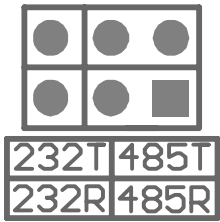

图 2.9 RS-232 与 RS-485 选择跳线
- ✦ RS-232 和 RS-485 通讯的切换跳线，跳线外形如图 2.9 所示。